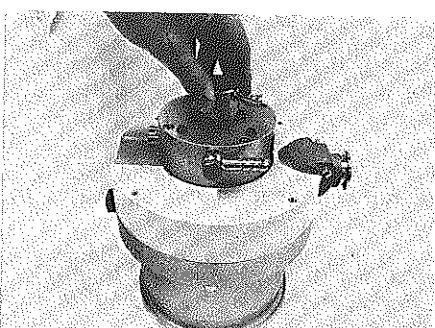

Fig. 17
- Einstellring 36 mit Werkzeug B herausdrehen (Fig.17), O-Ring 33 herausnehmen.
- Unscrew setting ring 36 using tool B (fig.17), take out O-ring 33.
- Démonter la bague de réglage 36 avec l'outil B, comme indiqué figure 17, enlever ensuite le joint torique 33.